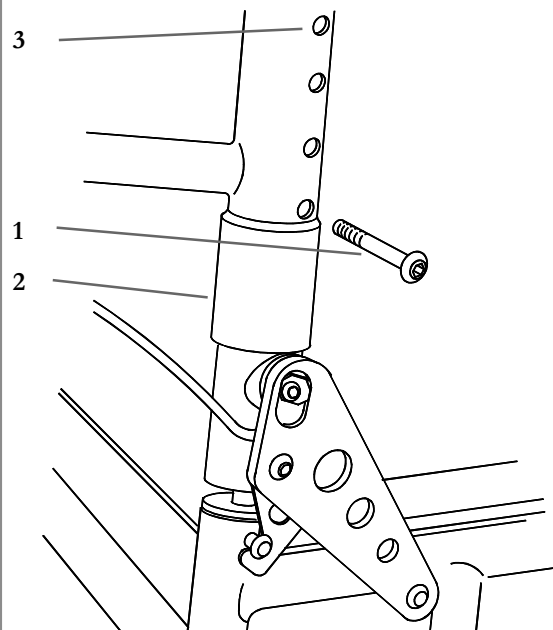

Fig. 28
Ryggen leveres med muligheter til å justere høyden med 100 mm (Fig. 28). Ta ryggtrekket av ryggrammen ved å løsne borrelåsen (VELCRO®) og dra den av ryggerørene. Du ser at ryggerørene går inn i ryggrammen og er festet med skruene (1) på siden av rammen (2). Fire justeringshull (3) med 25 mm mellomrom anvendes til innstilling av høyden på ryggen. Etter at ønsket høyde er valgt, festes skruene (1) i riktig hull og deretter trekkes de til med et moment 8 - 10 Nm. Bruk en 5 mm unbrakonøkkel.